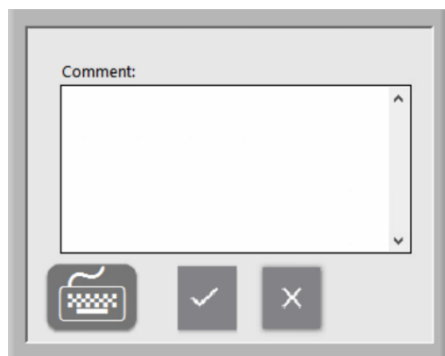

Abbildung 43: Fenster „Comment“ (Kommentar)
- Falls gewünscht, können Sie der Datei „Assay Results.pdf“ einen Kommentar hinzufügen, indem Sie auf die Schaltfläche **Add Comment** (Kommentar hinzufügen) tippen. Im daraufhin angezeigten Fenster „Comments“ (Kommentare) kann der Benutzer einen Kommentar hinzufügen (Abbildung 43).